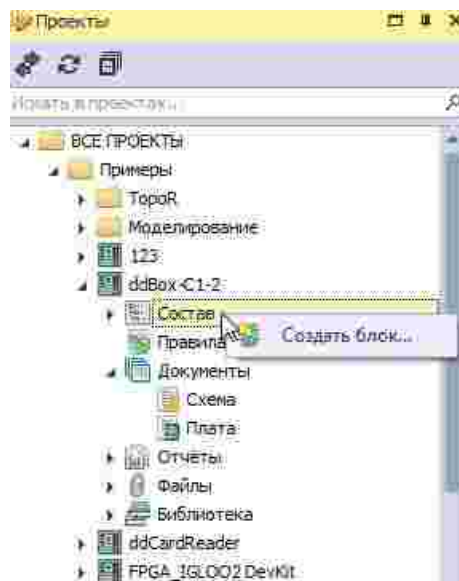

Рис. 237 Выбор активного проекта и создание блока
1. Выбрать активный проект в дереве проектов на панели «Проекты» и перейти на узел «Состав» см. Рис. 237.
2. Вызвать контекстное меню с узла «Состав» и выбрать пункт «Создать блок...», см. Рис. 237.